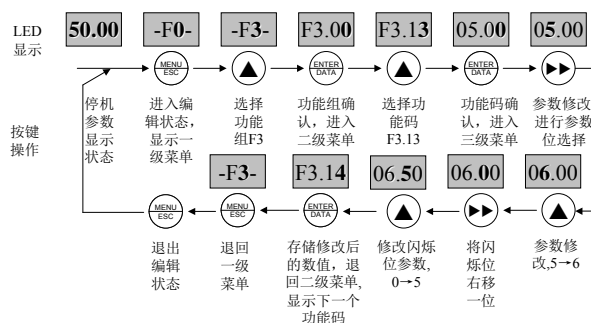

图4-8 参数编辑操作示例
**功能码参数的设置：**（将功能码 F3.13 从 5.00Hz 更改设定为 6.50Hz 的示例。图 4-8 中黑体数字表示闪烁位）